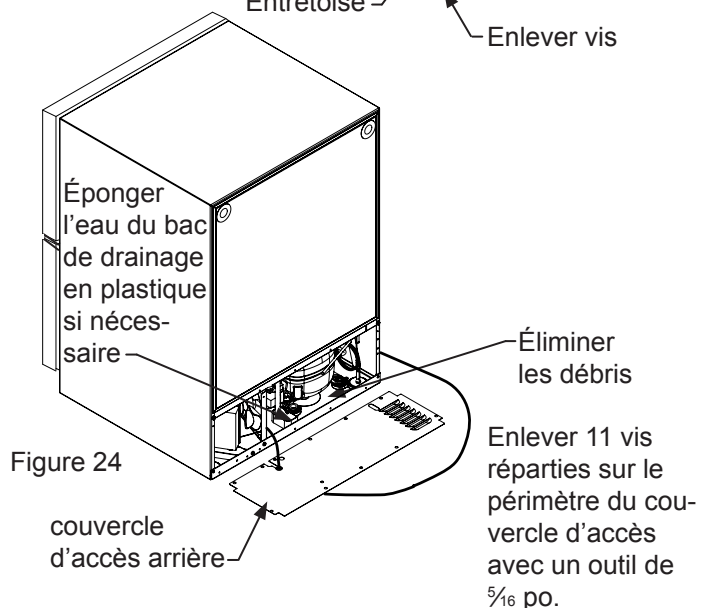

Figure 24
10. Enlevez le couvercle d'accès arrière (voir la Figure 24), et utilisez une brosse et un aspirateur pour éliminer la saleté et les débris du compartiment de la machine.